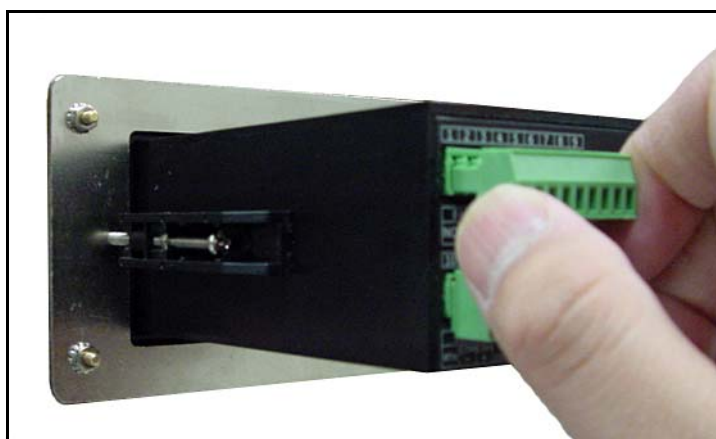

図 30：上側のコネクタを外す
1. dew.IQ の背面の上側の端子ブロックからコネクタを外します（下の図 30 を参照）。
1. **dew.IQ** の背面の上側の端子ブロックからコネクタを外します（27 ページの図 30 を参照）。